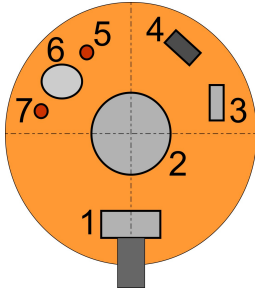
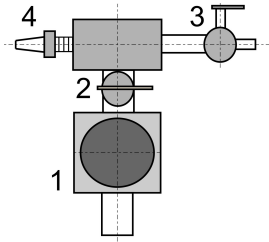
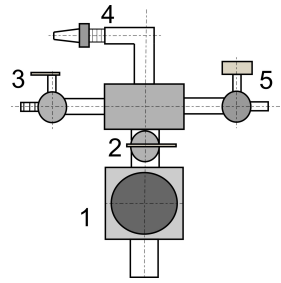
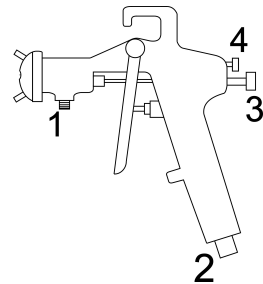

Рис. 1
Рис. 2
Рис. 3
Рис. 4 Распылитель
1. Для того чтобы освободить бак от воздуха используйте выпускной пневмоклапан (поз.7 Рис.1).
В моделях красконагнетательных баков с внутренней емкостью из нержавеющей стали, выньте емкость и заполните ее краской. Пополнение бака может производиться через заправочную горловину (поз.6 Рис.1) в крышке бака после освобождения бака от воздуха (доступно не на всех моделях).
3. Соберите и затяните крепление в обратной последовательности. При необходимости используйте инструмент. Закройте все шаровые краны (поз. 2, 3 Рис.2, Рис.3),
регулятор скорости вращения мешалки (поз.5 Рис.3).
4. Соедините шланг подачи воздуха от компрессора со штуцером, расположенным над регулятором давления (поз.4 Рис.1, Рис.2). Вход 1/4 дюйма (возможны различные варианты соединения).
5. Соедините один конец шланга подачи сжатого воздуха к распылителю с баком (поз.3 Рис.2, Рис.3), другой конец соедините с распылителем (поз. 2 Рис.4).
6. Соедините шланг подачи лакокрасочного материала со штуцером узла выхода ЛКМ (поз.3 Рис.1). Обратный конец шланга соедините с входом лакокрасочного материала распылителя. (поз.1 Рис.4). Закройте шаровые краны узла выхода ЛКМ.
8. Откройте кран подачи сжатого воздуха в бак (поз. 2 Рис.2, Рис.3).
9. Отрегулируйте давление в баке с помощью регулятора давления (поз.1 Рис.2, Рис.3). Для уменьшения давления, поворачивайте ручку против часовой стрелки, для увеличения давления поворачивайте ручку по часовой стрелке.
Величину давления можно контролировать по манометру (поз. 4 Рис.1).
10. Проверьте работоспособность предохранительного клапана (поз.5 Рис.1), потянув его за кольцо. После того, как кольцо будет отпущено, клапан должен закрыться, а выход воздуха прекратиться.
11. Откройте шаровый кран (поз.3 Рис.1, Рис.3) узла выхода ЛКМ для подачи краски в распылитель. Направьте распылитель в емкость для отходов и нажмите на курок, чтобы выпустить воздух из шланга и заполнить его краской. Как только краска начнет выходить из распылителя непрерывной струей, отпустите курок.
12. Откройте шаровой кран подачи сжатого воздуха в распылитель (поз.3 Рис.2, Рис.3). Направьте распылитель на кусок картона и произведите пробную выкраску. Отрегулируйте давление для качественного распыления.
13. Время от времени перемешивайте краску в баке, не допуская расслоения по плотности. Перемешивание осуществляется с помощью ручной мешалки (баки серии «Н») или с помощью пневматической (баки серии «А»). Для включения пневматической мешалки откройте кран подачи воздуха (поз.5 Рис.3) поворотом против часовой стрелки. Частота вращения мешалки зависит от объема воздуха, поступающего на ее привод.
2. Закройте кран подачи сжатого воздуха в бак (поз. 2 Рис.2, Рис.3) и на пневмомешалку (поз. 5 Рис.3)
3. Закройте кран подачи краски к распылителю на узле выхода ЛКМ (поз.3 Рис.1)
4. Откройте выпускной клапан (поз. 7 Рис.1). Убедитесь, что стрелка манометра указывает на "0", т.е. бак не находится под давлением.
**Не открывайте кран подачи сжатого воздуха к распылителю (поз. 3 Рис.2, Рис.3).**
Для достижения формы пятна «В», отрегулировать подачу ЛКМ винтом хода иглы (поз.3 Рис.4), давление воздуха на входе в распылитель регулятором давления (не на всех моделях распылителей), поток воздуха в боковых выступах крышки распыляющей головки винтом-регулятором (поз.4 Рис.4).